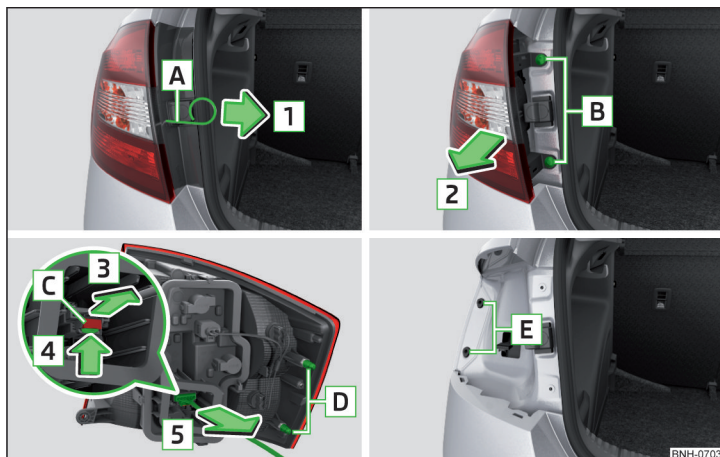

Fig. 275 Demontarea lămpii/scoaterea conectorului
- › Introduceți brida pentru extragerea capacelor integrale de roată în degajarea **A** » fig. 275.
- › Introduceți lampa cu proeminențele **D** în punctele de fixare **E** din caroserie » fig. 275.